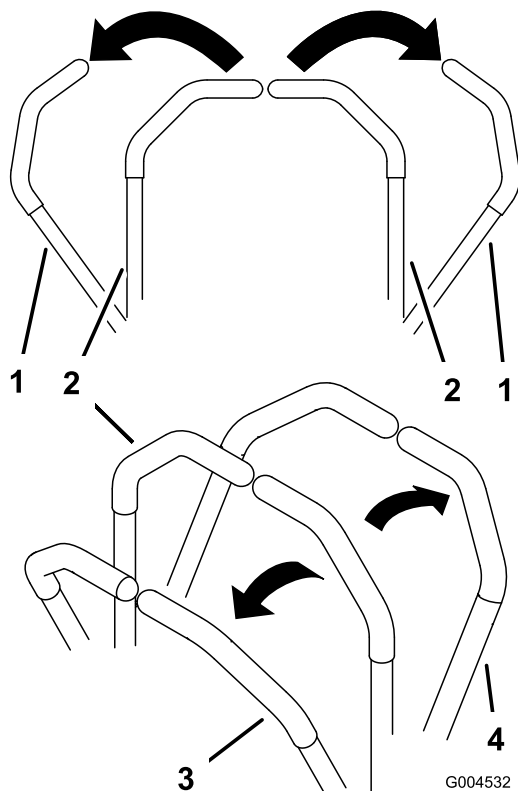

Figura 16
2. Per fare marcia avanti spingete lentamente in avanti le leve di controllo del movimento (Figura 16).
Per spostarvi in linea retta applicate una pressione identica su entrambe le leve di controllo del movimento (Figura 16).
Per girare, rilasciate la pressione sulla leva di controllo del movimento verso la direzione in cui volete voltare (Figura 16).